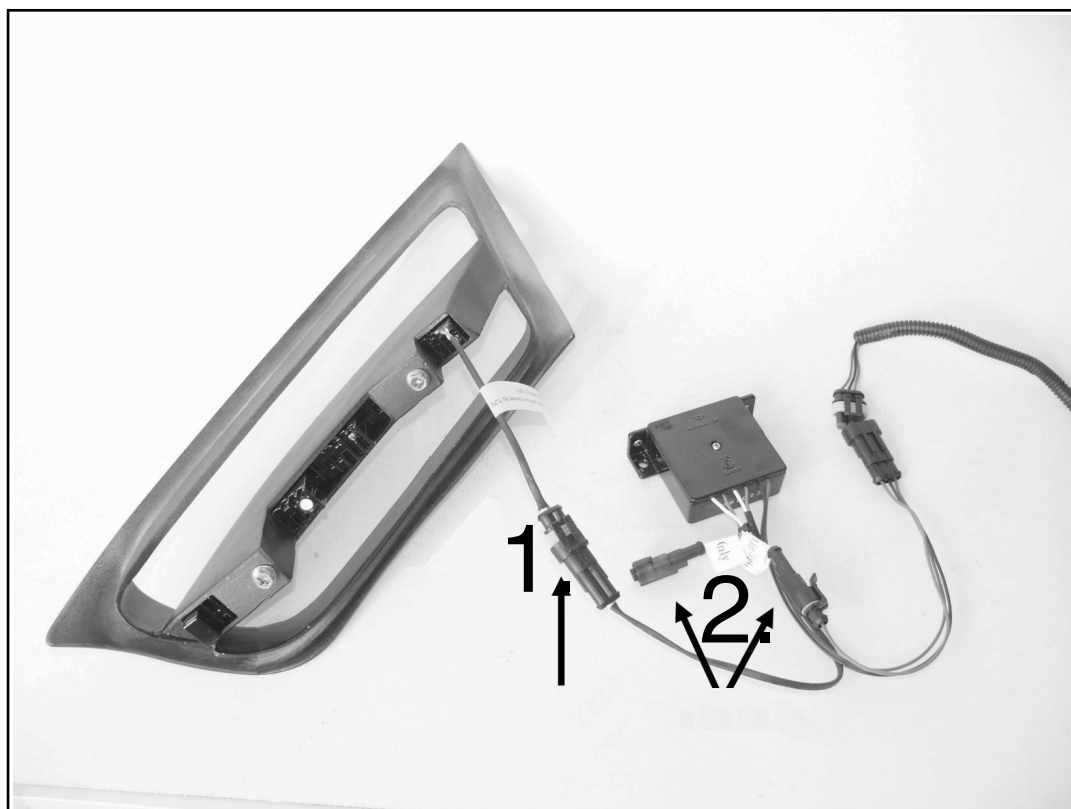
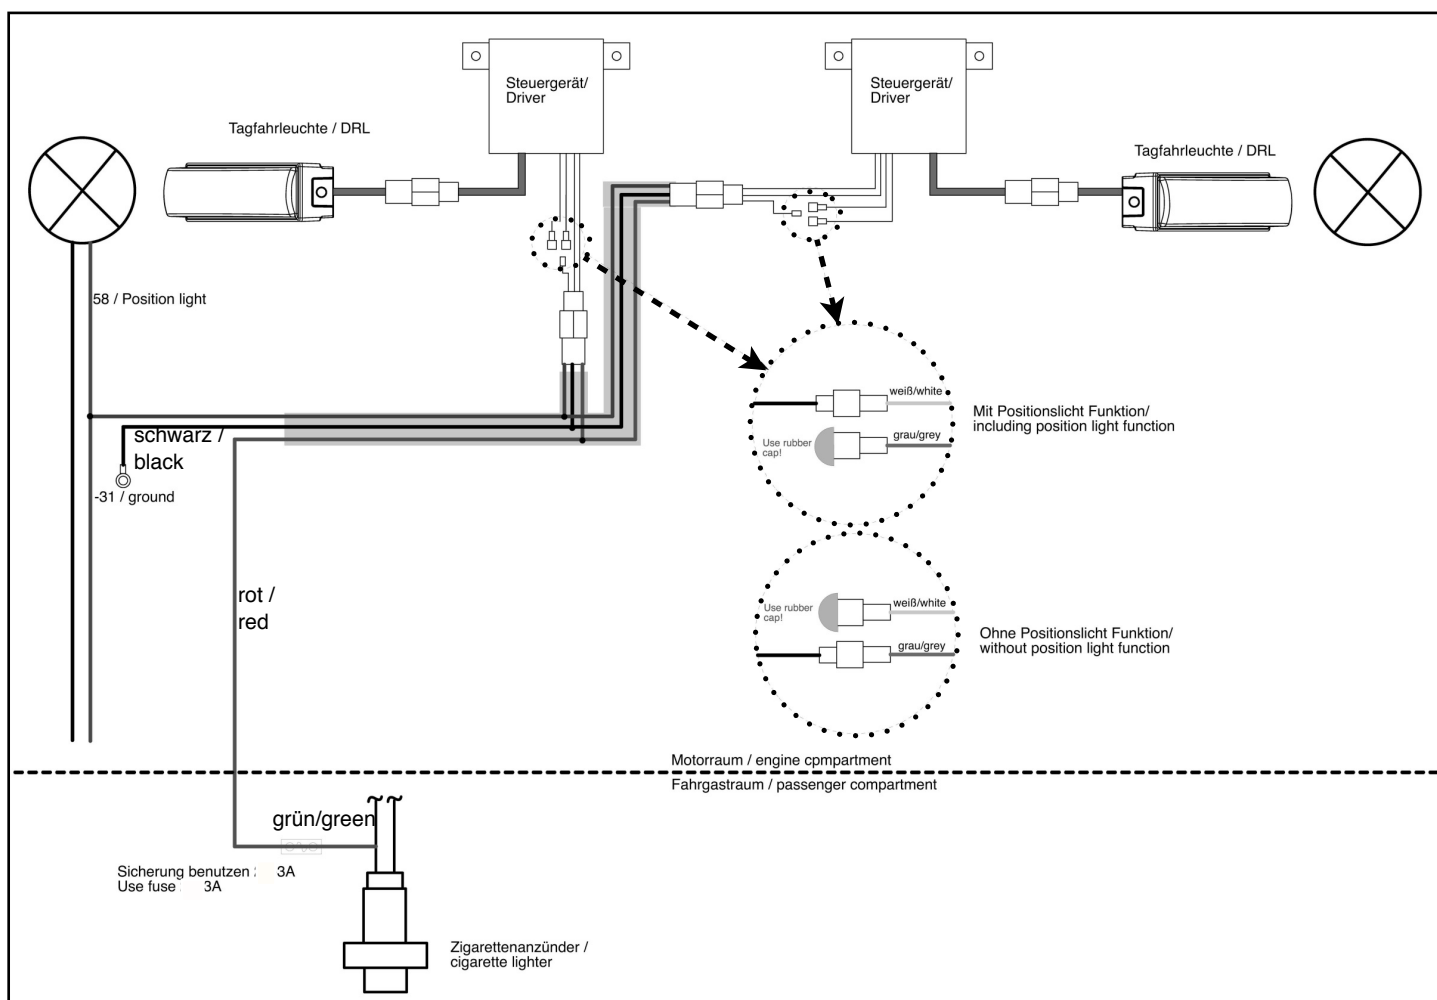

Bild16
Bild19
- Verbinden Sie die LED-Leuchten mit dem jeweiligem Steuergerät (Bild16/ Punkt 1)
**Achten Sie auf die richtige Einstellung der Funktion "mit Positionslicht" ("DRL & POL") bzw. "ohne Positionslicht" ("DRL Only") - Im Auslieferungszustand befindet sich das Steuergerät im Modus "mit Positionslicht". Die Leuchten dürfen nicht als Positionslicht betrieben werden, wenn der Abstand der leuchtenden Fläche zum Boden geringer als 350mm ist, was ggf. bei tiefer gelegten Fahrzeugen der Fall sein kann! Hier muss dann auf "DRL Only" umgesteckt werden, so dass die Leuchten beim Einschalten des Abblendlichts komplett erlöschen. (Bild16/Punkt 2) / (Bild 19)**